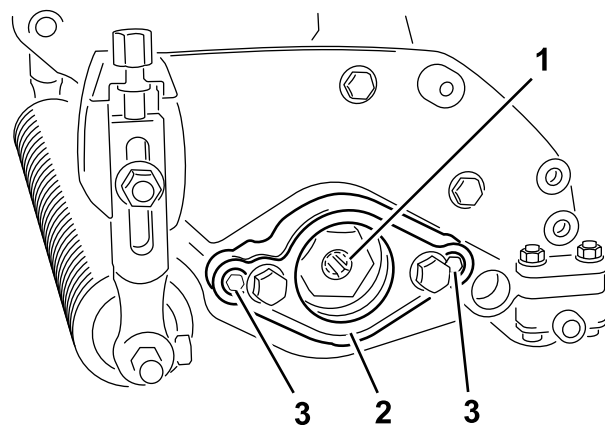

Figura 4
4. Îndepărtați suportul motorului (Figura 4).
5. Aplicați lubrifiant pe diametrul interior al cuplajului de antrenare (Figura 4).